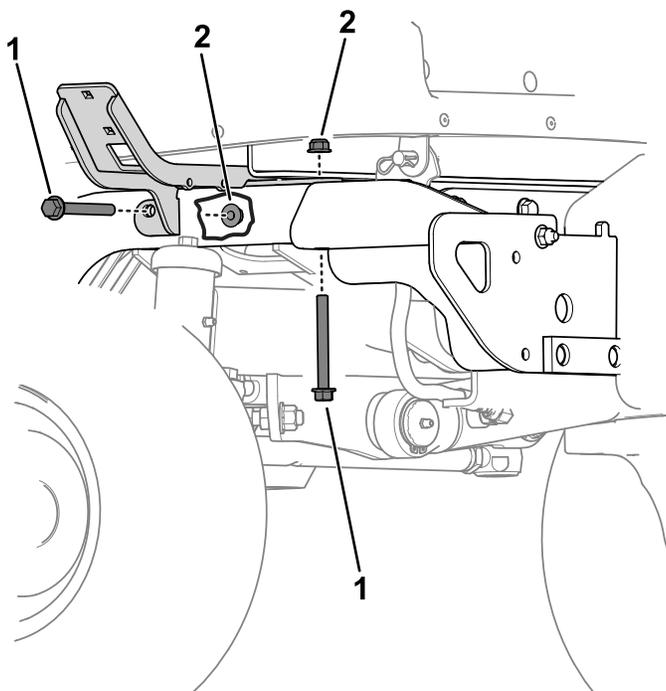

Figure 17
3. Fixez les supports de montage gauche et droit aux tubes arrière du cadre à l'aide de 2 boulons à tête hexagonale ($\frac{3}{8}$ x 3 $\frac{1}{4}$ po) et 2 contre-écrous ($\frac{3}{8}$ po) de chaque côté (Figure 17).